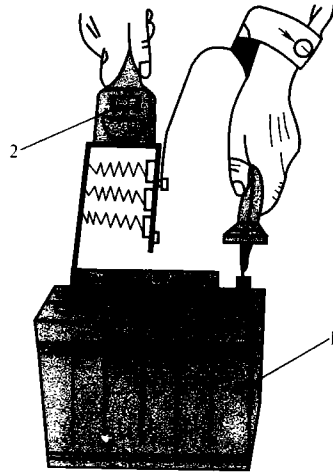

图 2-4 蓄电池高率测试仪
对于单格极桩不外露的穿壁式塑料槽外壳蓄电池,可用高率测试仪进行放电程度的检查。其测量方法如图2-4所示。
①按图2-4所示,测量蓄电池的放电程度。12V 蓄电池放电程度的判断见表2-2。